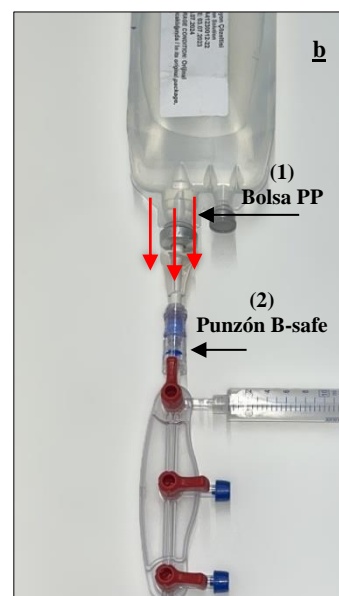

Fig. 34 Retirada del punzón B-safe (2) de la bolsa de ácido clorhídrico vacía (1).
- b) Desmonte el punzón B-safe (2) de la bolsa de ácido clorhídrico vacía (1). (Ver Fig. 34.)